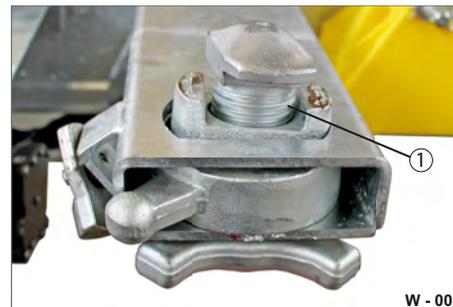

Abb. 5 Gewinde schmieren
- ▶ Reinigen Sie den Gewinde-Bolzen (Abb. 5/1) mit einem sauberen Lappen.